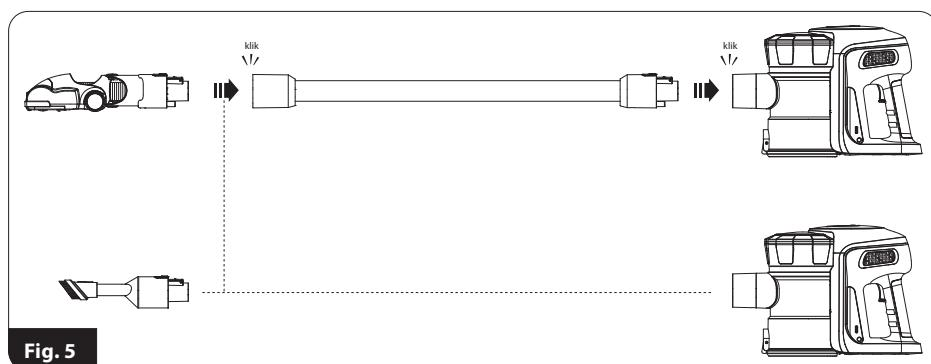

Fig. 5
5. Conectar el tubo de aspiración (17) o los accesorios correspondientes directamente a la tubuladura del tubo de aspiración (16) (Fig. 5). La extracción del tubo o de los accesorios sólo es posible después de pulsar el botón de desbloqueo (18), (20) o (23).